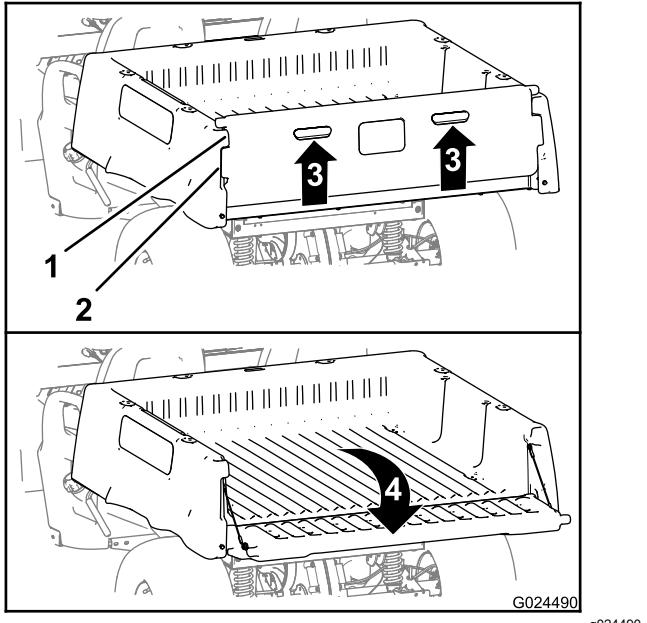

Figura 14
2. Tire hacia arriba del portón usando los tiradores del panel trasero (Figura 14).
3. Alinee las pestañas de bloqueo del portón trasero con los huecos situados entre las pestañas del portón trasero de la plataforma de carga (Figura 14).
4. Gire el portón trasero hacia atrás y hacia abajo (Figura 14).
6. Gire el portón hacia arriba y hacia adelante hasta que las pestañas de bloqueo del portón trasero estén enrasadas con el hueco de la plataforma de carga (Figura 14).
7. Baje el portón hasta que quede apoyado en la parte trasera de la plataforma de carga (Figura 14).